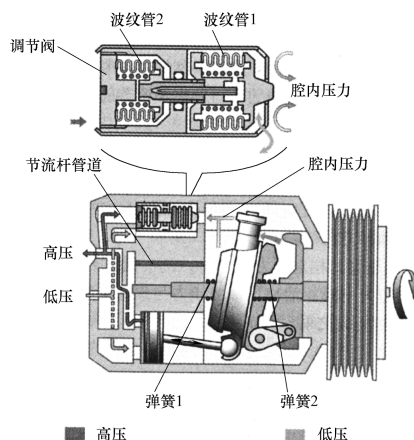

图 4-170 低压制冷时压缩机工作情况
(3) **低制冷率** 高、低压管的相对压力较低时，调节阀关闭，从节流管流入的高压无法经调节阀流回低压端，腔内的压力上升。活塞顶部的压力与弹簧 1 的压力之和小于活塞底部的压力（腔内压力）与弹簧 2 的压力之和，**旋转斜盘的倾斜角度减小，活塞的行程减小，输出功率降低，**如图 4-170 所示。